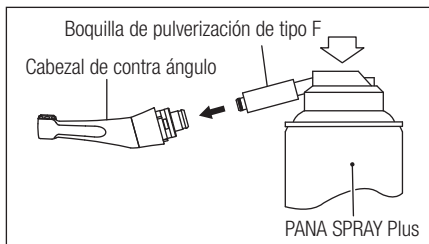

Fig. 7
- 3) Inserte la boquilla de pulverización en la parte posterior del cabezal contra ángulo. Mantenga sujeto el cabezal contra ángulo y pulverice durante 2 o 3 segundos hasta que salga aceite de la punta del cabezal contra ángulo. Repita el proceso de lubricación hasta que el aceite que sale de la punta esté limpio de suciedad, etc. (Fig. 7)